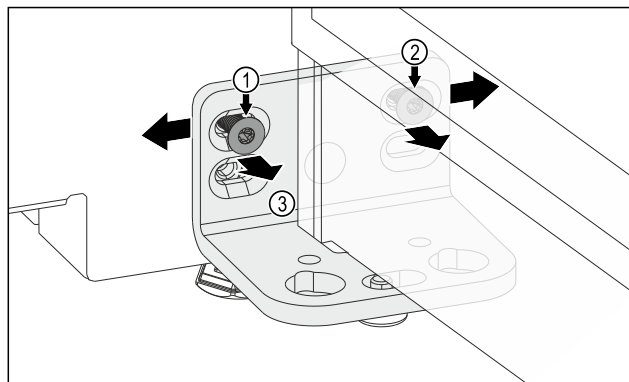

Fig. 12
- Allentare la vite Fig. 12 (1) e la vite Fig. 12 (2). Per la vite Fig. 12 (2) è necessario un cacciavite angolare corto.
- Spostare verso sinistra la porta con staffa angolare della cerniera Fig. 12 (3).
- Spostare verso destra la porta con staffa angolare della cerniera Fig. 12 (3).
- La posizione finale della porta è raggiunta: Stringere la vite Fig. 12 (1) e la vite Fig. 12 (2).